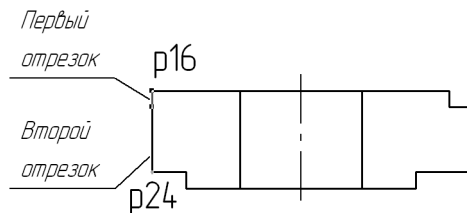

Рис. 51.63.
1. Увеличьте участок детали, как это показано на рис. 51.63.
Отрезок p16–p24 выглядит на экране как единое целое. Однако фактически он состоит из двух отрезков. В этом легко убедиться, последовательно щелкнув на нижней и верхней части этого отрезка (рис. 51.63). Этот факт является следствием выбранной логики построения. Это не является грубой ошибкой. Однако правильнее было бы при построении добиться целостности отрезка.
- 2.1. Удалите первый отрезок (рис. 51.63). Для этого выделите его мышью и нажмите клавишу <Delete>.